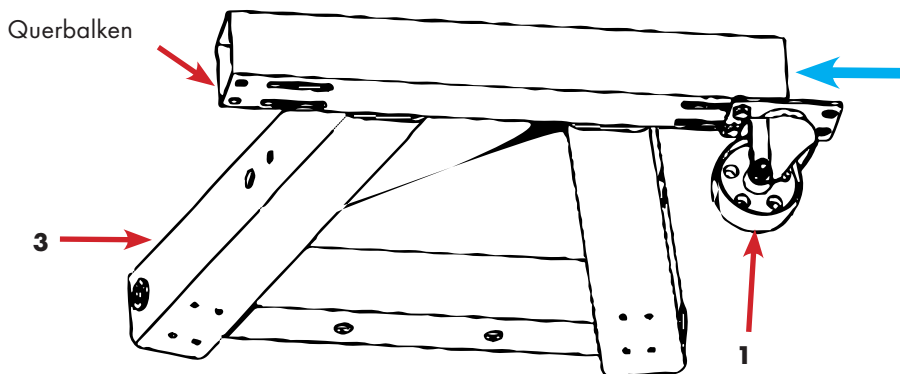

Abb.5
- Schieben Sie die Rollen in eine Position, in der die Löcher der Rollen mit den Löchern des π -Trägers des ausgerichtet sind, Abb.5 folgende Seite.